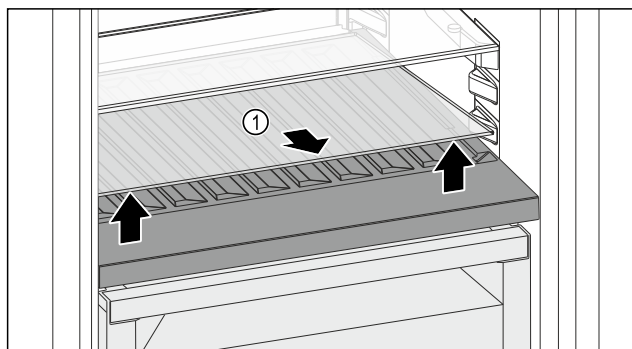

Fig. 98
- Levante la placa de vidrio Fig. 98 (1) por la entalladura de la parte delantera y retírela.
- Guarde la placa de vidrio Fig. 98 (1) de forma segura fuera del electrodoméstico.